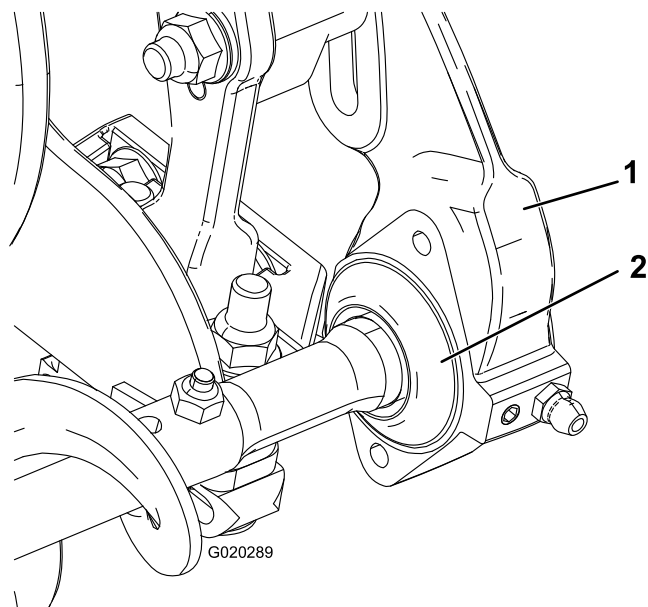

Figura 14
19. Fate scorrere ogni guarnizione verso l'esterno fino a creare un leggero contatto tra le guarnizioni a labbro e ogni alloggiamento dei cuscinetti (Figura 14).